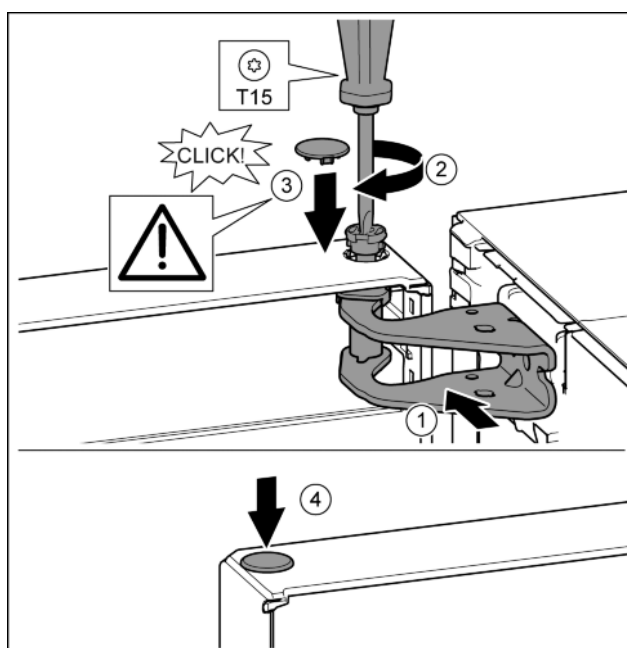

Fig. 20
- ▶ Deur boven uitlijnen op de opening in de lagerbus. Fig. 20 (1)
- ▶ Bouten aanbrengen en met schroevendraaier T15 vastschroeven. Fig. 20 (2)
- ▶ Veiligheidsafdekking voor de veiligheid van de deur monteren: Veiligheidsafdekking aanbrengen en controleren of deze op de deur rust. Anders bout volledig aanbrengen. Fig. 20 (3)
- ▶ Stop aanbrengen. Fig. 20 (4)